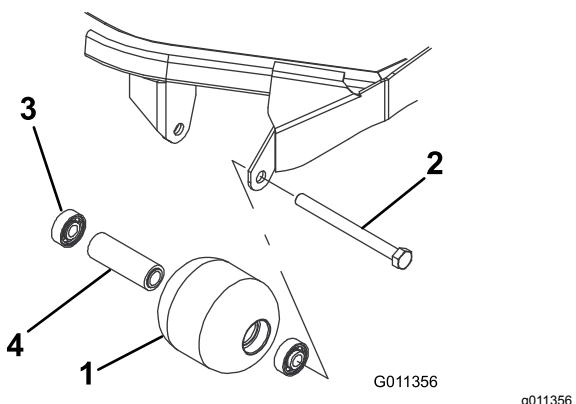

Figura 61
- Retire o parafuso de montagem do rolo (Figura 61).
estão danificados (Figura 61). Substitua os componentes danificados e volte a montá-los.
- Introduza o primeiro rolamento na estrutura do rolo (Figura 61). Empurre só a calha externa ou, então, exerça o mesmo tipo de pressão nas calhas interna e externa.
- Coloque o espaçador (Figura 61)
- Introduza o segundo rolamento na estrutura do rolo (Figura 61) exercendo o mesmo tipo de pressão nas calhas interna e externa até a calha interna entrar em contacto com o espaçador.